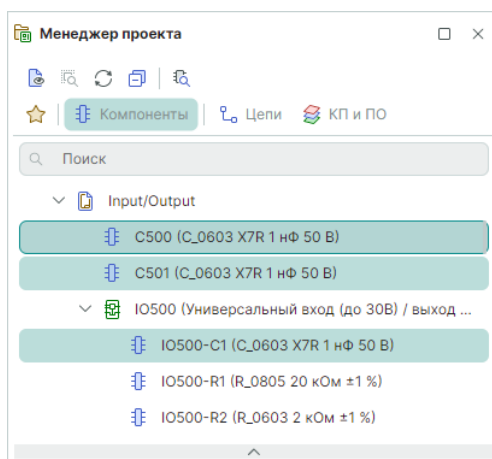

Рис. 130 Компоненты вне блока и внутри блока
- Компонент внутри блока и вне блока, см. Рис. 130.